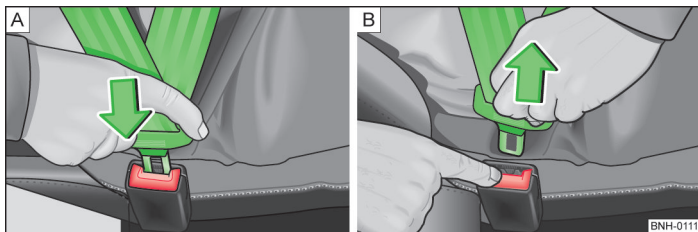

Abb. 112 Sicherheitsgurt anlegen / ablegen
- › Die Schlosszunge in das zum Sitz gehörende Gurtschloss » Abb. 112 - [A] stecken, bis diese hörbar einrastet.
- › Die rote Taste im Gurtschloss » Abb. 112 - [B] drücken, die Schlosszunge springt heraus.